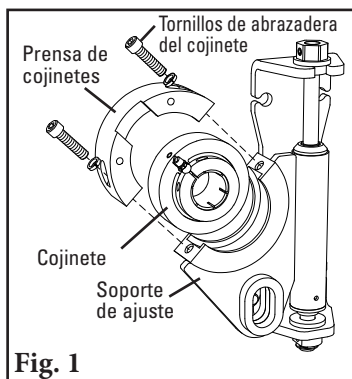

Fig. 1
Afloje y quite los tornillos de la prensa de cojinetes. Saque las prensas de cojinetes y quite los cojinetes de los soportes de ajuste (Fig. 1).
1. **Baje el cepillo completamente de la banda.** Quite los pasadores de bloqueo y gire las tuercas de ajuste para bajar el cepillo a la parte inferior del rango de ajuste (Fig. 1).